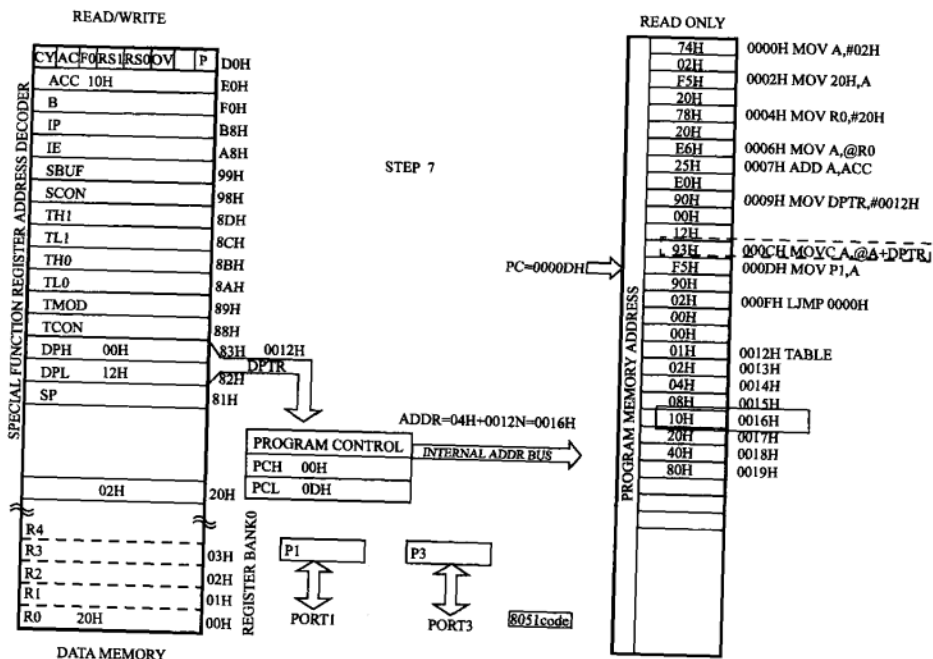

图 7-12 变址寻址的工作框图
图 7-12 中，当变址寻址开始操作时，CPU 会先到 DPTR 把查表的起点复制到 PROGRAM CONTROL (PC) 的 PCH 和 PCL 寄存器，这两个寄存器是提供给系统用的，没办法用程序直接去控制或存取。接着 CPU 会把 ACC 累加器里的数值拿来跟 DPTR 的值相加，作为读取数据的起始地址，经运算所得到的结果是 0016H，所以 CPU 就会到程序区的 0016H 位置上，把数值抓取到 ACC 累加器。以本例来说，(0016H)上的数值为 10H，因此 CPU 会把 10H 的数值复制到 ACC 累加器上。